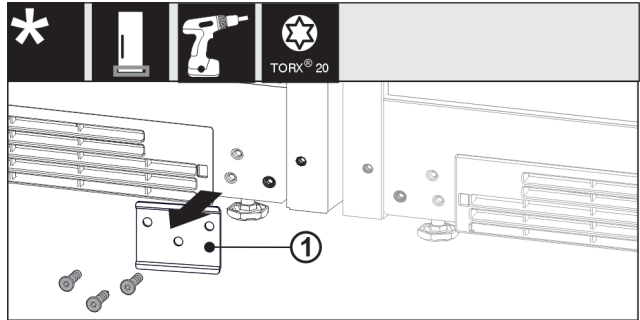

Fig. 16
- ▶ Indien ingebouwd, plaat Fig. 16 (1) eraf schroeven.